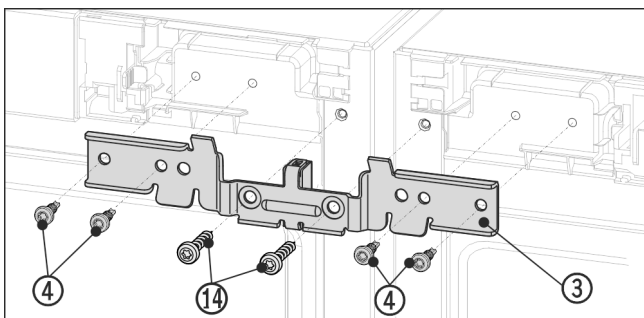

Fig. 13 Rappresentazione esemplificativa
- Far scorrere la squadretta Fig. 13 (3) con il distanziale fra le apparecchiature e sui perni. Avvitare la squadretta con quattro viti Fig. 13 (4) e le viti di messa a terra precedentemente svitate Fig. 13 (14) alternativamente a destra e a sinistra senza serrarle.